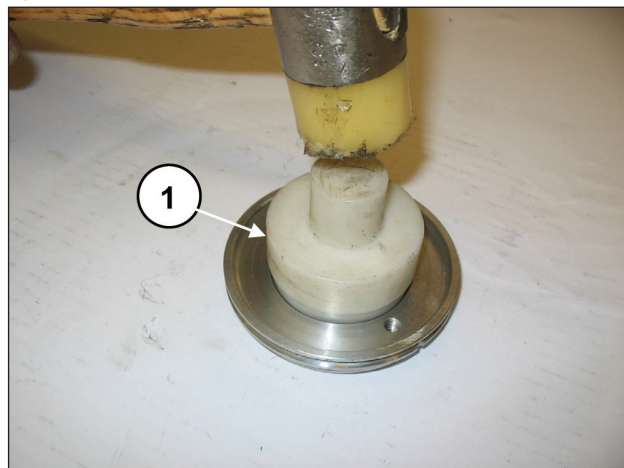

图 94
安装径向密封环到油封盖 (①·图 94)，可使用缓冲垫 (代码27910900)。